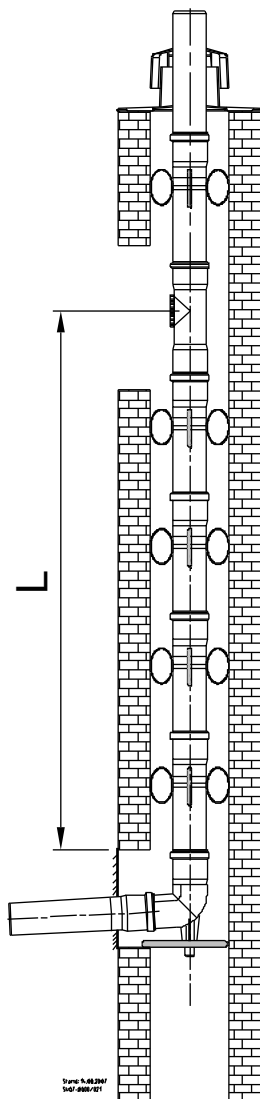

Abb. 48: Kaminsystem, starr, zur Ermittlung von Abstandsmaß L
- ➔ Ermitteln Sie das Maß L (s. Abb. 48) zwischen Stützbogen und Revisionsstück.